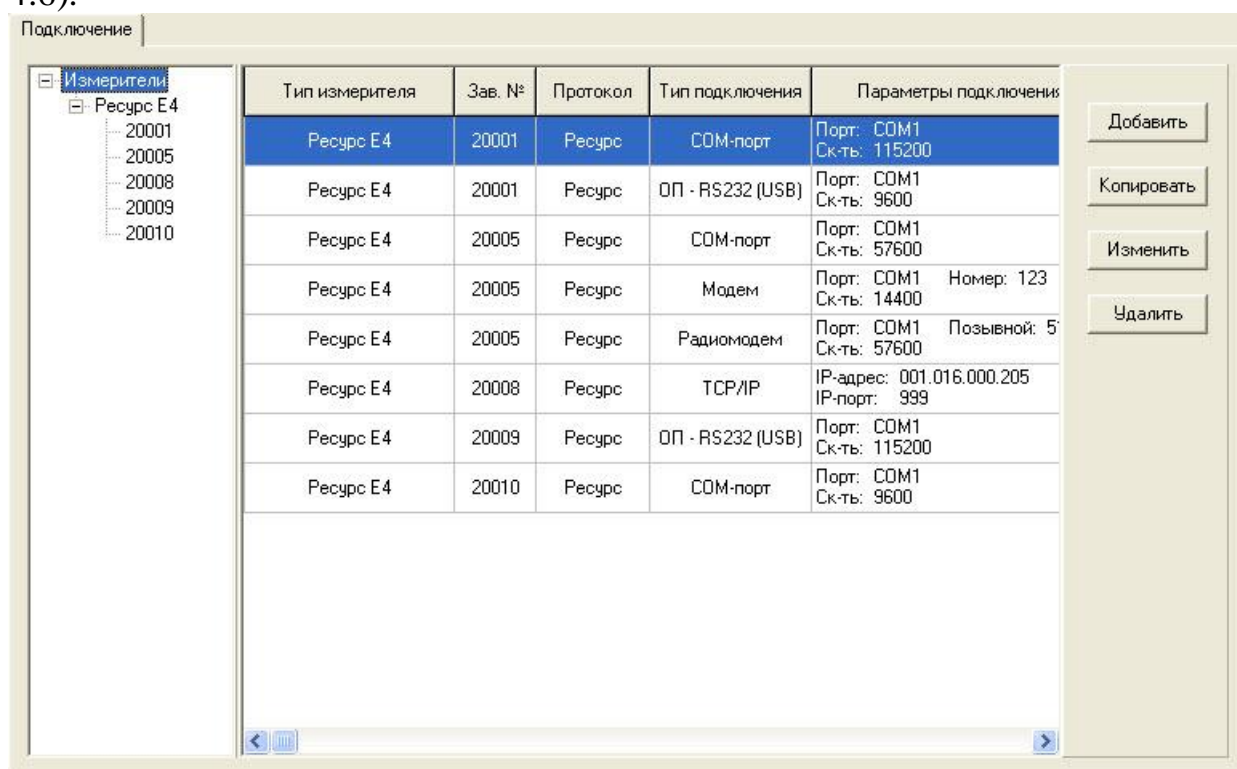
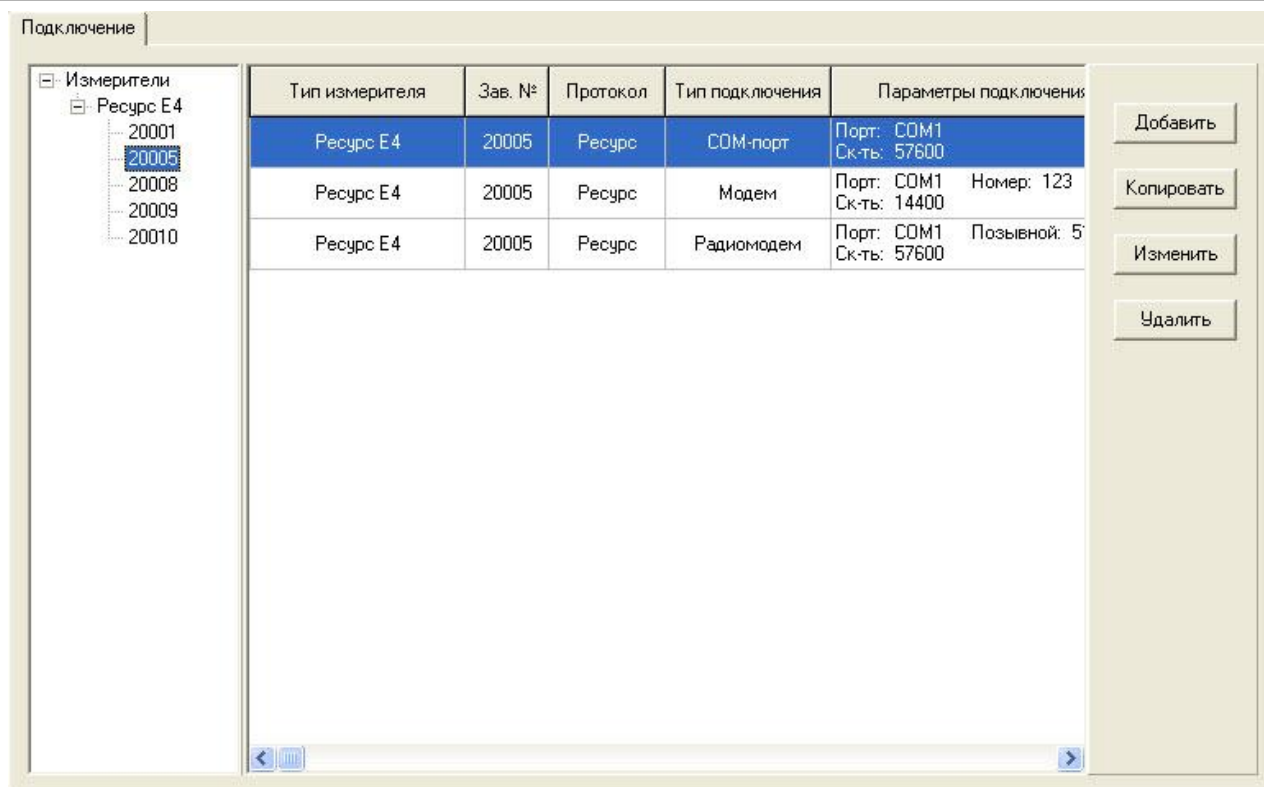

Рисунок 4.6 – Вкладка «Подключение». Все измерители
Рисунок 4.7 – Окно «Список подключений». Измерители «Ресурс-Е4»
4.4.1 Список подключений отображается на вкладке «Подключение» (рисунок 4.6).
Для удобства навигации в левой части окна расположен древовидный список, содержащий типы (в настоящем ПО только «Ресурс-Е4») и заводские номера приборов, для которых описаны подключения. При выделении определенного элемента в дереве, в основной части окна будут отображены только те подключения, которые соответствуют выделенному элементу (рисунок 4.7). При выделении элемента "Измерители" отображается весь список подключений (рисунок 4.6).